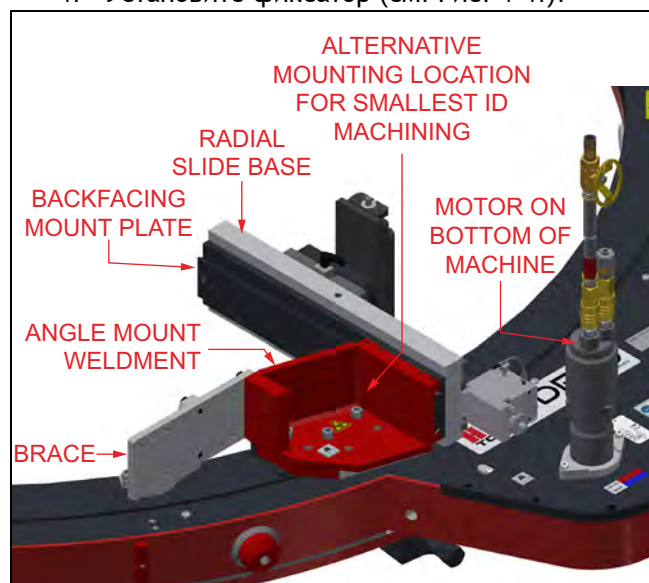

Рисунок 4-4. Перемещенный двигатель и место установки фиксатора (показана модель ODF80)
4. Установите фиксатор (см. Рис. 4-4.).